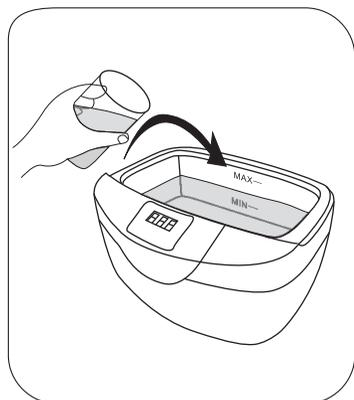

Fig. 8
- 1▶ Coloque preferencialmente **água filtrada** até o nível máximo de 2,1 litros indicado na cuba **MAX** (Fig. 8).